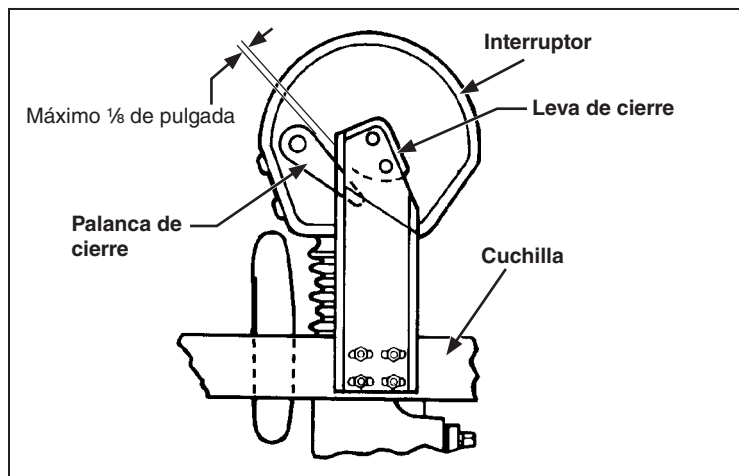

Figura 43. Conjunto de la cuchilla en posición de cierre total.
- (c) Cuando la cuchilla esté en la posición de cierre total, cada una de las levas de cierre de la cuchilla debe quedar superpuesta a la palanca de cierre de su cámara interruptiva respectiva para evitar que la cámara interruptiva se abra accidentalmente. La separación entre la leva de cierre de la cuchilla y la palanca de cierre de su cámara interruptiva respectiva debe estar dentro del límite que se muestra. Vea la Figura 43.
- (d) Cuando la cuchilla esté en la posición de cierre total, cada una de las levas de cierre de la cuchilla debe quedar superpuesta a la palanca de cierre de su respectiva cámara interruptiva para evitar que la cámara interruptiva se abra accidentalmente. La separación entre la leva de cierre de la cuchilla y la palanca de cierre de su respectiva cámara interruptiva debe estar dentro del límite que se muestra. Vea la Figura 43.